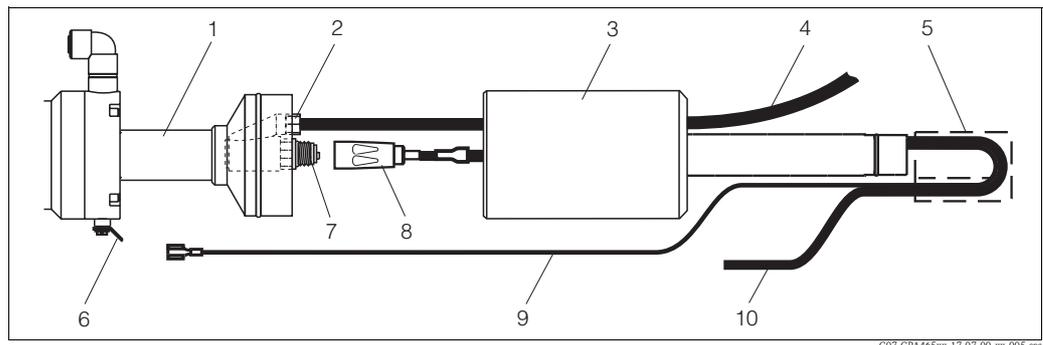

Abb. 18: Montageteile für den Einbau von Ceraliquid-Sensoren
5. Biegen Sie das Messkabel entsprechend Abb. 18 und stecken Sie die Spritzschutzkappe auf.